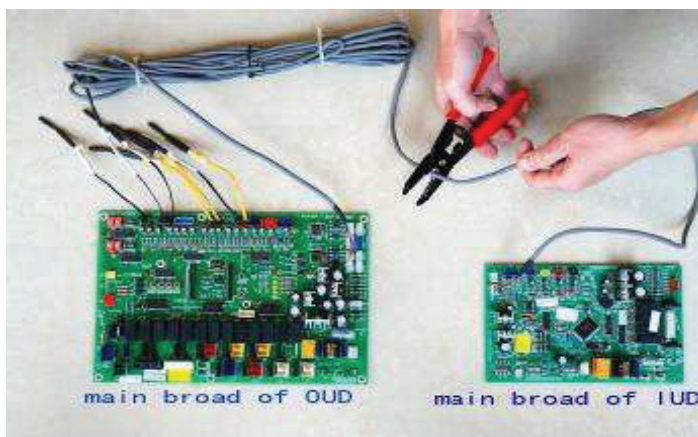

Рис. 7.28
7.5.11.6 Для подключения методом пайки необходимо разрезать кабель, соединяющий наружный и внутренний блоки, рис. 7.28.